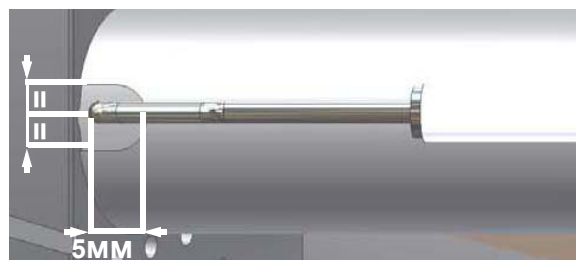

Рис. 28
- 2) отсоединить кабель (CE) электрода (E);
- 4) ослабить винт (B) опоры сопла, который крепит запальный электрод (E) на запальнике горелки (P);
- 5) вынуть электрод и заменить его, выдерживая размеры, указанные на Рис. 28.